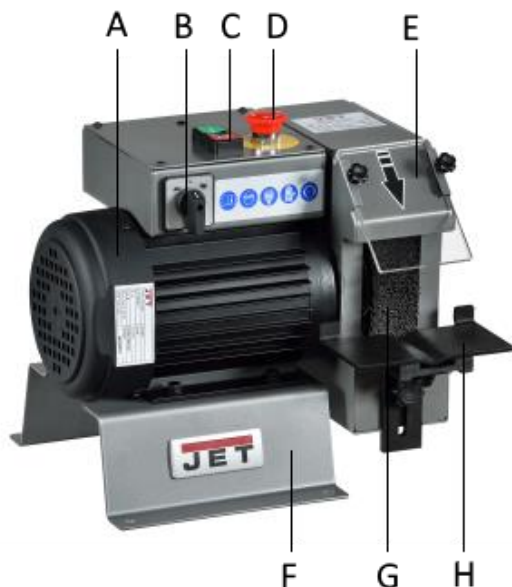

Рис. 1
1. Нажмите кнопку «вкл.» для пуска двигателя C (Рис. 1) для подачи напряжения на двигатель.
2. Скорость двигателя управляется переключателем скорости B (Рис. 1). Низкая скорость составляет 1400 об/мин. Высокая скорость составляет 2800 об/мин. Станок не
3. Поместите деталь на опорный стол H (Рис.1), приготовьтесь зачистить ее острые края.
5. Выключите станок нажатием на кнопку «выкл.» (Рис. 1)
6. Нажатием кнопки аварийного останова D (Рис. 1) оператор может быстро выключить станок при выполнении работ на нем; для повторного пуска станка необходимо слегка повернуть ее против часовой стрелки для возврата в исходное положение, и затем снова нажать кнопку «Пуск».